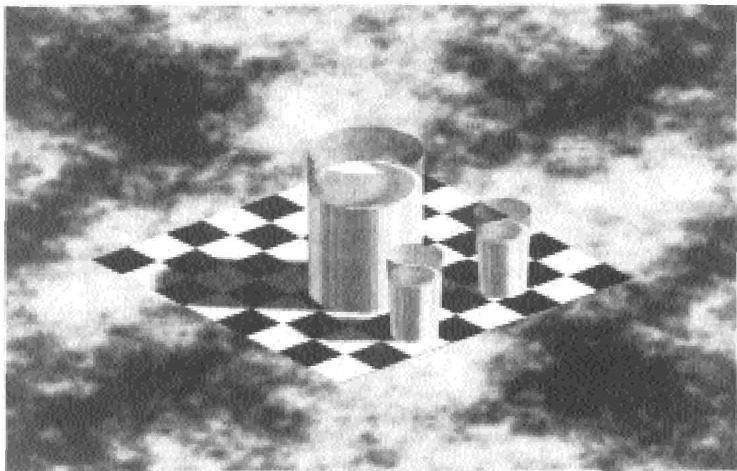

图 7-20
- 返回到Render对话框对当前视图进行渲染，其结果将会是一个超现实的幻想图，如图7-20所示，好像是魔毯上的几个对象在云中漂浮一样。